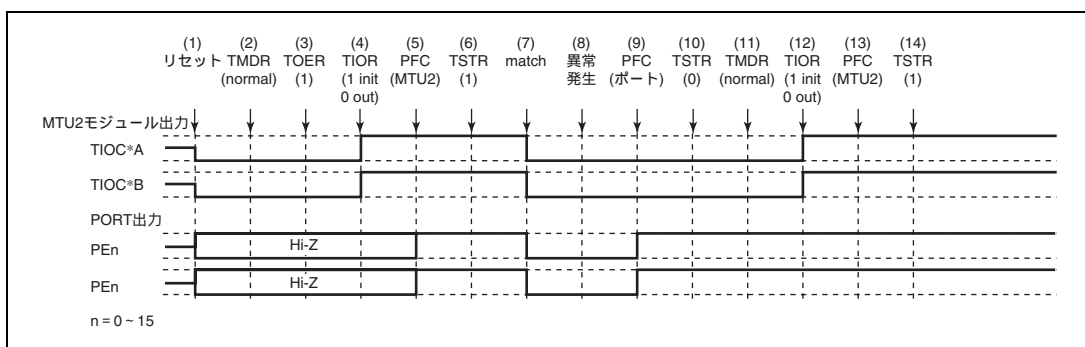

図 10.137 ノーマルモードで異常が発生し、ノーマルモードで復帰する場合
ノーマルモードで異常が発生し、再設定後ノーマルモードで再スタートする場合の説明図を図 10.137 に示します。
(1) ~ (10) は図 10.137 と共通です。
(11) PWM モード 1 を設定します。
(12) TIOR で端子を初期化してください (PWM モード 1 では TIOC\*B 側は初期化されません。初期化したい場合はノーマルモードで初期化した後、PWM モード 1 に遷移してください)。
(13) PFC で MTU2 出力としてください。
(14) TSTR で再スタートします。
(11) PWM モード 2 を設定します。
(12) TIOR で端子を初期化してください (PWM モード 2 では周期レジスタの端子は初期化されません。初期化したい場合にはノーマルモードで初期化した後 PWM モード 2 に遷移してください)。
- (1) ~ (10) は図 10.137 と共通です。
- (11) 位相計数モードを設定します。
- (12) TIOR で端子を初期化してください。
- (13) PFC で MTU2 出力としてください。
- (14) TSTR で再スタートします。
(11) TIOR でノーマルモードの波形生成部を初期化してください。
(12) TIOR でノーマルモードの波形生成部の動作を禁止してください。
(13) TOER でチャンネル 3、4 の出力を禁止してください。
(14) TOCR で相補 PWM の出力レベルと周期出力の許可禁止を選択してください。
(15) 相補 PWM を設定します。
(16) TOER でチャンネル 3、4 の出力を許可してください。
(17) PFC で MTU2 出力としてください。
(18) TSTR で再スタートします。
- (1) ~ (13) は図 10.137 と共通です。
- (14) TOCR でリセット同期 PWM の出力レベルと周期出力の許可禁止を選択してください。
- (15) リセット同期 PWM を設定します。
- (16) TOER でチャンネル 3、4 の出力を許可してください。
- (17) PFC で MTU2 出力としてください。
- (18) TSTR で再スタートします。